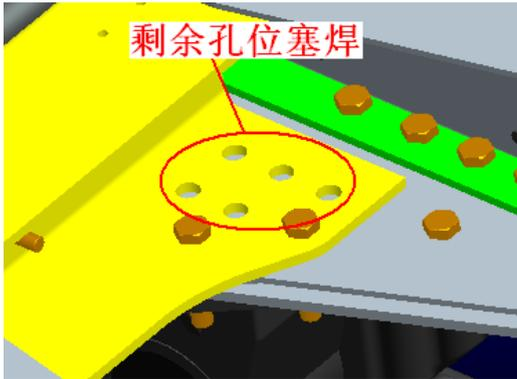
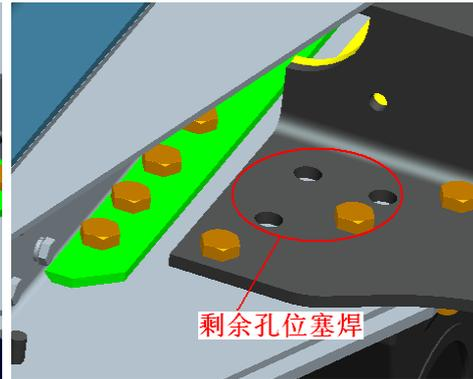

图 14
图 15
6、将靠背梁下翼面图示孔位进行塞焊，塞焊必须饱满，不允许出现漏焊、虚焊等焊接缺陷（图 14 和图 15）；